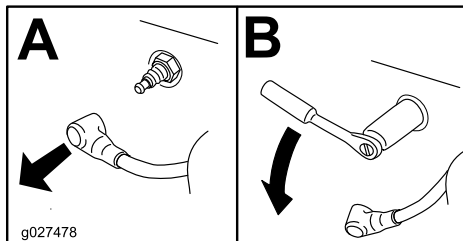

Figura 50
4. Localice y retire la(s) bujía(s), tal y como se muestra en la Figura 50.